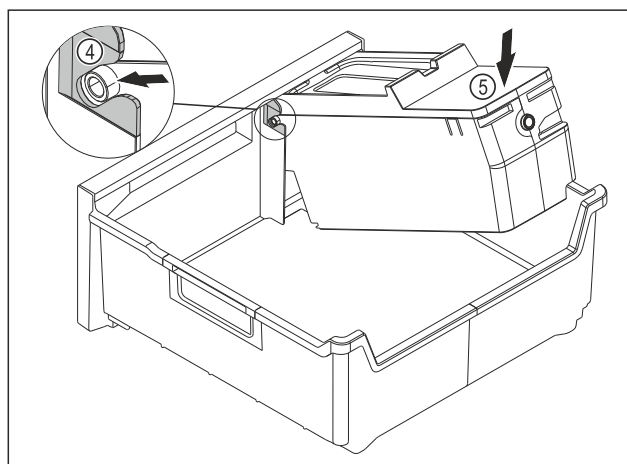

Fig. 176
- ▶ Izvadite tijelo sustava EasyTwist-Ice: Umetnite osovine tijela sustava EasyTwist-Ice u vodilice Fig. 176 (4).
- ▶ Pritisnite tijelo sustava EasyTwist-Ice Fig. 176 (5) otraga prema dolje.